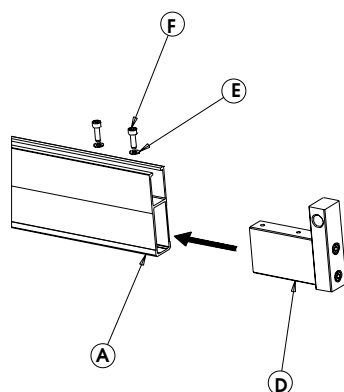

Fig.3
- 4) Inserire il particolare **D** ed avvitare le due viti **F** con le rispettive rondelle **E** come indicato in Fig.3.
- 4) Insert part D and screw the two screws F with their washers E as shown in Fig.3.
- 4) Introduire la pièce D et visser les deux vis F avec les rondelles correspondantes E et d'après la Fig.3.
- 4) Introduzca la pieza **D** y atornille los dos tornillos **F** con las correspondientes arandelas **E** como se indica en la Fig. 3.